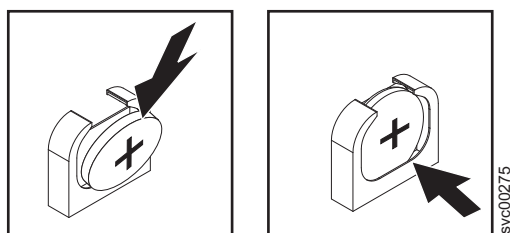

図 191. SAN ボリューム・コントローラー 2145-DH8 CMOS バッテリー・ホルダー
- b. バッテリーを、所定の位置にカチッと音を立てて収まるまで、横方向に押してソケットにはめ込みます。図 191 に示すように、バッテリー・クリップがバッテリーを確実に保持するようにします。